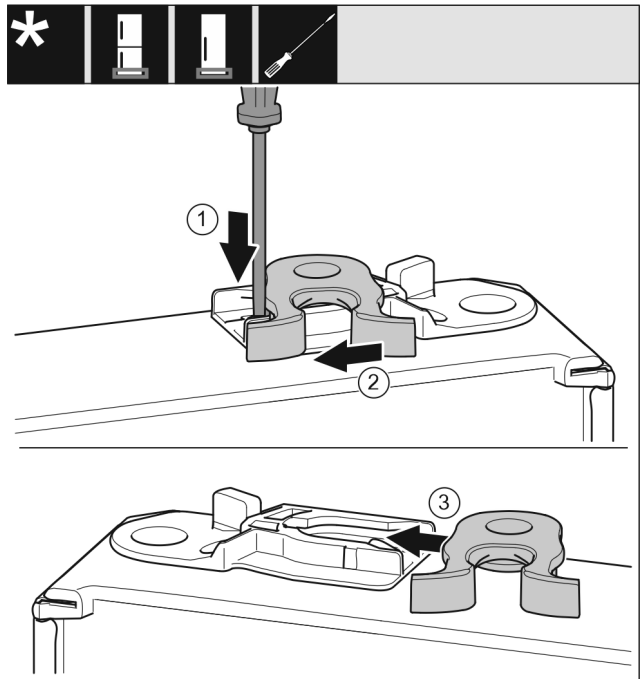

Fig. 17
- ▶ 用带槽螺丝刀向下按住接片 Fig. 17 (1)。
- ▶ 将锁钩 Fig. 17 (2) 从导向装置拉出。
- ▶ 将另一侧的锁钩 Fig. 17 (3) 推入导向装置。